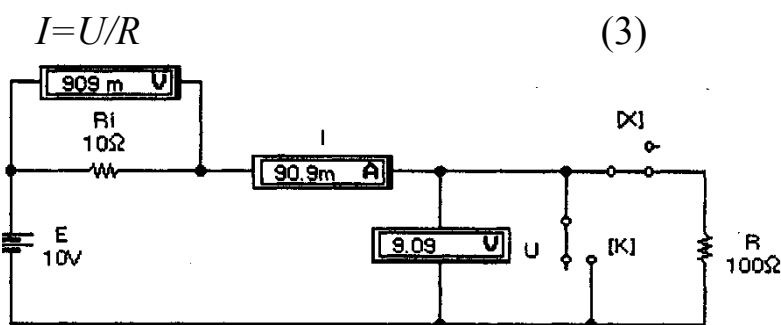

Рис. 1. Простейшая цепь постоянного тока
Закон Ома иллюстрируется схемой на рис. 1, из которой видно, что на участке цепи с сопротивлением $R=100$ Ом создается падение напряжения $U=9,09V$, измеряемое вольтметром. Согласно (3) ток в цепи $I=9,09/100=90,9$ мА, что и измеряет последовательно включенный в цепь амперметр. Отметим, что в рассматриваемой схеме внутреннее сопротивление амперметра выбрано равным 10^{12} Ом, т.е. очень малым, а входное сопротивление вольтметра -10^{12} Ом, т.е. очень большим, чтобы подключение измерительных приборов к цепи не оказывало сколько-нибудь заметного влияния на результаты измерений.
Отметим назначение ключей K и X на рис. 1, управляемых нажатием одноименных клавиш клавиатуры. При размыкании ключа X в схеме реализуется режим холостого хода, при этом вольтметр U измеряет ЭДС источника $E=10$ В, а вольтметр U_i имеет нулевые показания. При замыкании ключа K в схеме реализуется режим короткого замыкания и, согласно (1), ток короткого замыкания $I_0=E/R_i=10/10=1$ А. При этом вольтметр U_i измеряет падение напряжения $U_i=I_0 \cdot R_i=10$ В.
З-н Ома для полной цепи: ток в замкнутой электрической цепи равен ЭДС источника E , деленной на сопротивление всей цепи. Применительно к цепи на рис. 1 ее полное сопротивление равно $R_i + R$, и на основании закона Ома получаем $I=E/(R_i+R)=90,9$ мА, что и измеряет амперметр.